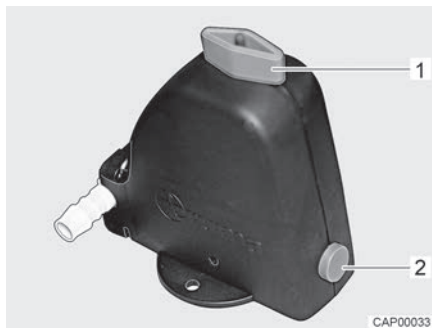
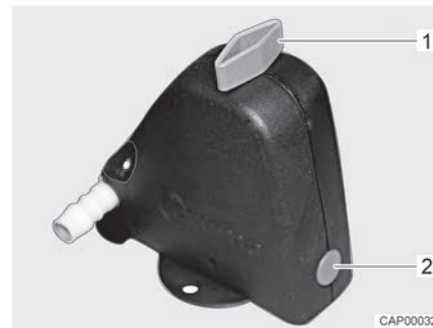

Fig. 72 Valve de sécurité et de vidange ouverte
Fig. 73 Valve de sécurité et de vidange fermée
- Fermer la valve de sécurité et de vidange. Tourner pour cela le bouton rotatif (Fig. 72,1) dans le sens transversal par rapport à la valve de sécurité et de vidange et enfoncer le bouton-poussoir (Fig. 72,2). La valve de sécurité et de vidange fermée est représentée à la Fig. 73. Lorsque la température descend en dessous de 6 °C, la valve de sécurité et de vidange ne peut pas être fermée.